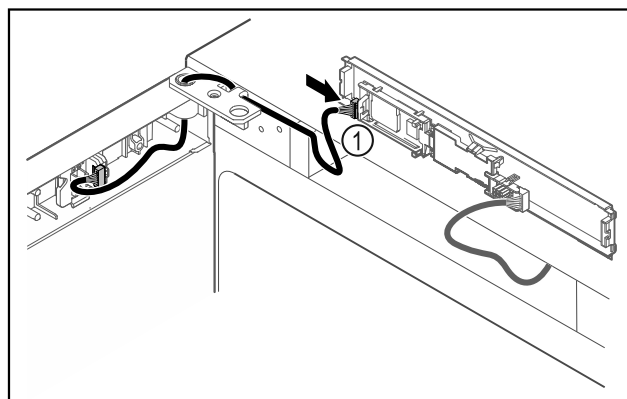

Fig. 48
- ▷ Sätt in kontakten Fig. 48 (1) på kretskortet.